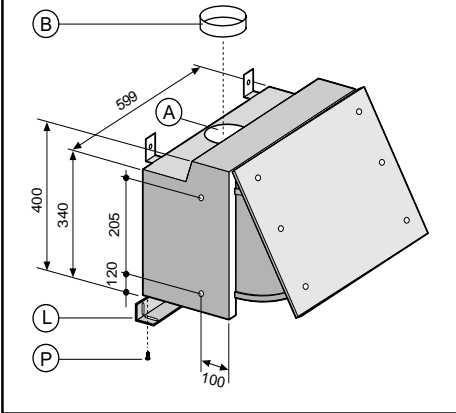

Fig.2
Drill 6 holes on the wall as showed in fig. 2.
Fix the spacer (L) on the wall at the right height, according to the depth of the hanging cupboards fig. 2.
Adjust the position of the superior clamps (M) fig. 2, according to the depth of the side hanging cupboards.
6 Löcher wie in Abb.2 gezeigt bohren.
Das Distanzstück (L) auf der richtigen Höhe und entsprechend der Tiefe der seitlichen Hängeschränke an der Wand befestigen (Abb.2). Die Stellung der oberen Bügel (M) (Abb.2) entsprechend der Tiefe der seitlichen Hängeschränke regulieren.